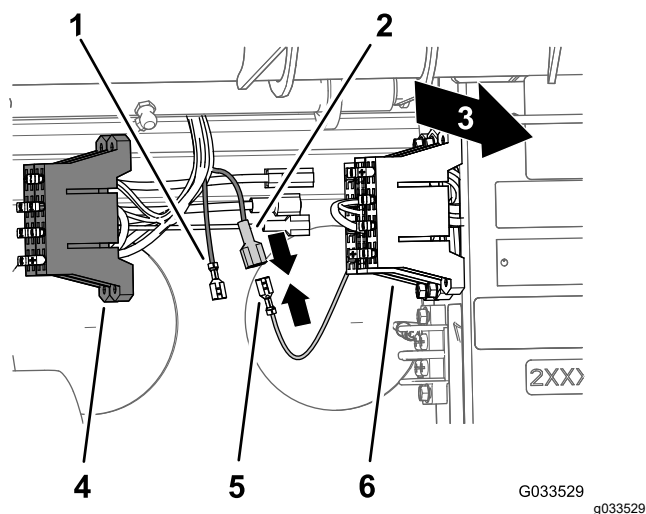

Figure 25
2. Localisez la borne femelle non isolée au bout du câble jaune libre du porte-fusibles de la machine et la borne mâle isolée au bout du câble jaune optionnel du porte-fusibles du câblage du pulvérisateur (Figure 25).
3. Branchez la borne femelle non isolée du porte-fusibles de la machine sur la borne mâle isolée du porte-fusibles du câblage du pulvérisateur (Figure 25).